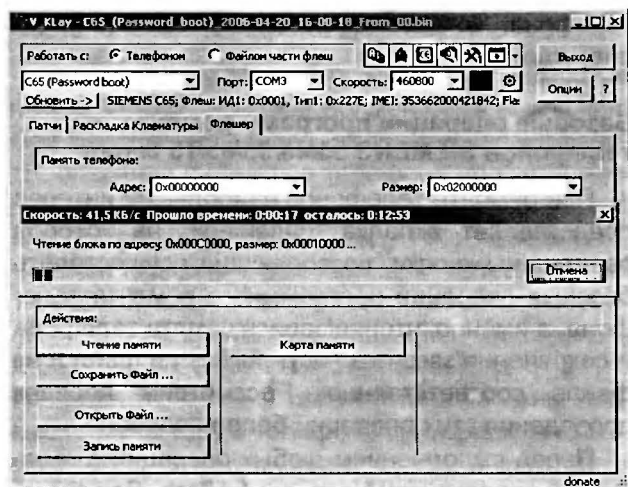

Рис. 1.1.21. Сохранение fullflash
6. После появления на экране диалогового окна (на рис. 1.1.18) кратковременно нажимают кнопку включения телефона (телефон не должен включиться). Начнется процесс загрузки fullflash телефона (рис. 1.1.21), по окончании которого будет выведено диалоговое окно, сообщающее об удачном (либо неудачном) завершении операции.